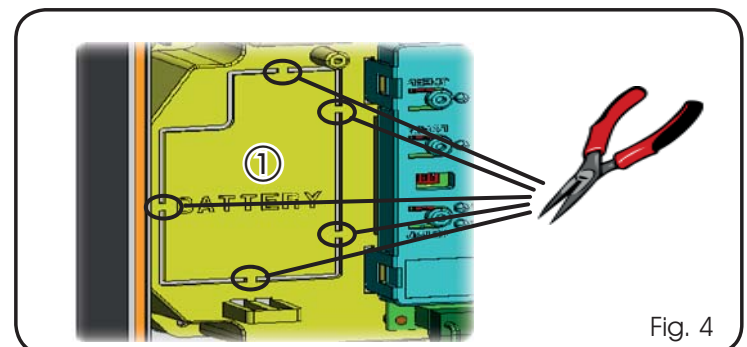

Fig. 4
Deze houder (ref. ① in Fig. 4) is voorgedrukt om de batterijruimte open te kunnen maken.